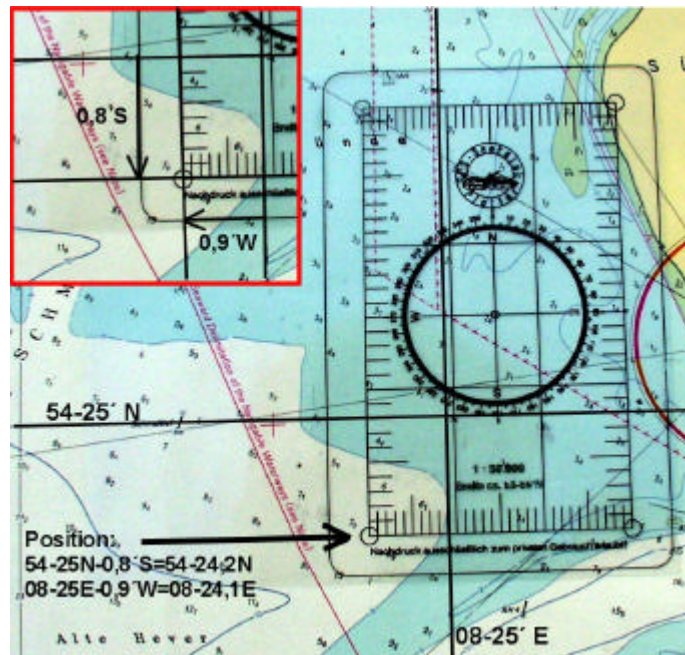

Bild 5: Eintragen der GPS-Position in die Karte.
- **Erste Navigationsaufgabe: Eintragen einer (GPS-)Position in die Karte (Bild 5):**
² Wann addiert oder subtrahiert werden muss hängt davon ab, auf welcher Länge und Breite man sich befindet und wie der Markierungspunkt des Plotters zu den auf der Karte eingetragenen Längen- und Breitenlinien liegt. Beispiel (siehe Bild 5): Man befindet sich in der Nordsee, also auf östlicher Länge und nördlicher Breite, und der Markierungspunkt liegt unterhalb der nächsten Breitenlinie und links von der nächsten Längengradlinie. In diesem Fall werden die am Plotter abgelesenen Werte von den Werten der nächsten Längen- bzw. Breitenlinie abgezogen. Klingt kompliziert, ein Blick in die Karte bringt aber schnell Klarheit.